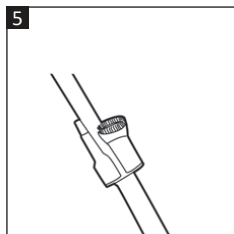

Fig. 5
- Suportul pentru accesorii (3) poate fi prins pe tubul telescopic (19) pentru a menține accesorii de curățare la îndemână în timpul curățării (**Fig. 5**).